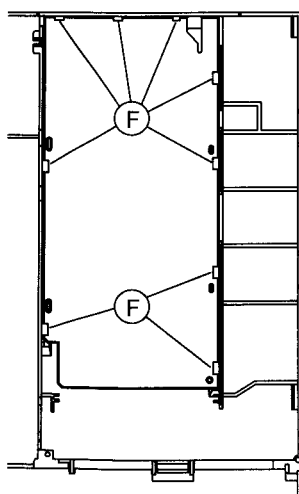

Fig. 6
- Rastnasen (F) ausrasten und Chassisplatte herausnehmen (Fig. 6).
- Open the locking lugs (F) and remove the Chassis Board (Fig. 6).